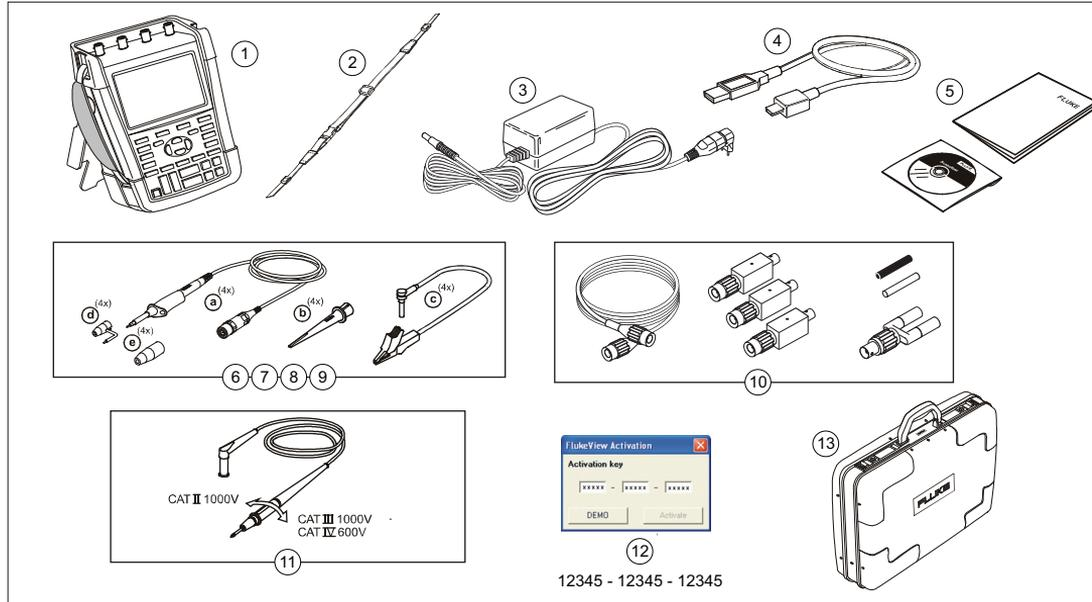

Abbildung 1. ScopeMeter Messgerät-Satz
- **Verbinden Sie die Massefeder (Abbildung 1, Komponente d) nicht mit Spannungen, deren Spitzenwert mehr als 42 V (30 Veff) oder 60 V Gleichspannung gegenüber der Schutz Erde beträgt.**